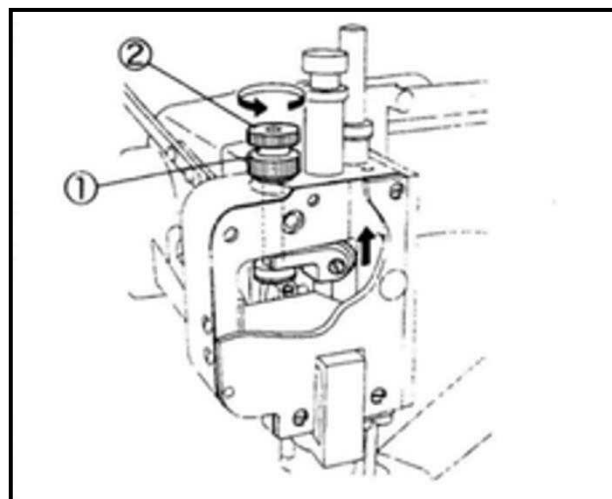

Fig.25
(1) 针在最底点的位置。
(2) 松开螺丝①, 然后逆时间旋转调整螺母② 抬起压脚。(Fig. 25)